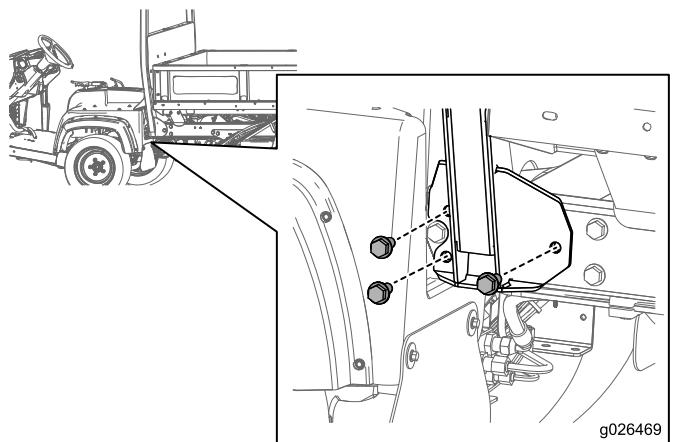
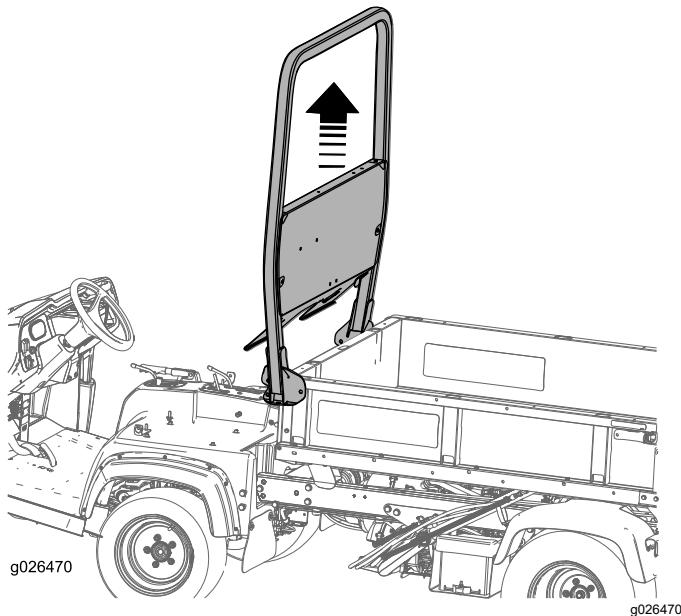

図 9
図 10
1. 図 9と図 10に示されているように、ROPSアセンブリを車体フレームに取り付けているボルト6本を外す。